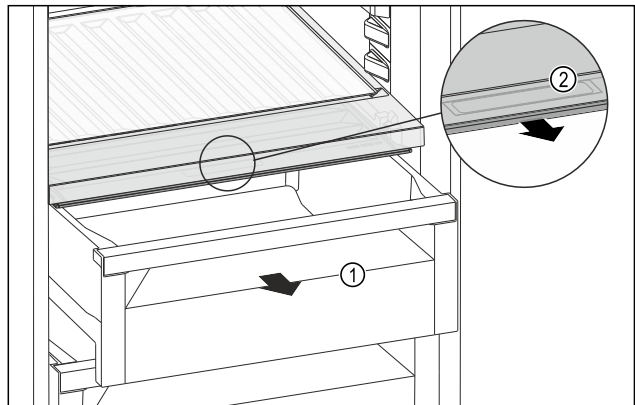

Fig. 228
- ▶ Retirer le tiroir Fig. 228 (1).